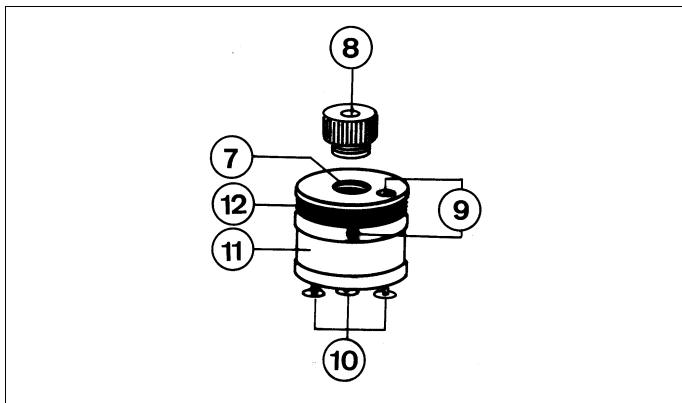

Fig. 3
2.2 Calorimètres (388 01-04); voir fig. 3
- ⑦ Perçage pour le thermomètre (388 05) et la sonde de température par ex. 666 193; trou borgne à la fin du perçage pour garantir une position définie de la sonde de température; avec joint (7.1) constitué d'une bague en caoutchouc placée entre 2 rondelles en laiton
- ⑧ Bouchon fileté
- ⑨ Douille de raccordement de 2 mm de l'enroulement chauffant (pas avec 388 01) pour l'alimentation en tension par câble de raccordement (388 06)
2.2 Cuerpos calorimétricos (388 01 al 04); ver la Fig. 3
- ① Fiches de 2 mm pour douilles de 2 mm ⑨ des calorimètres (388 02/03/04), voir fig. 1 et fig. 3
- ② Fiches de 4 mm pour douilles de 4 mm de l'alimentation en courant ainsi que de l'ampèremètre-voltmètre
Dévisser le bouchon (voir fig. 3).
- ① Conector de 2 mm para los clavijeros de 2 mm ⑨ de los cuerpos calorimétricos (véase la Fig. 3)
- ② Conector de 4 mm para los clavijeros de 4 mm de la fuente de corriente, así como de un voltmetro y amperímetro
Retirar el tornillo tapón (véase la Fig. 3).